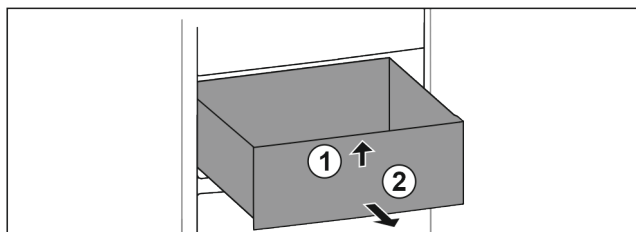

Fig. 64
- ▶ 抬起抽屉前部。 Fig. 64 (1)
- ▶ 朝前取出抽屉。 Fig. 64 (2)